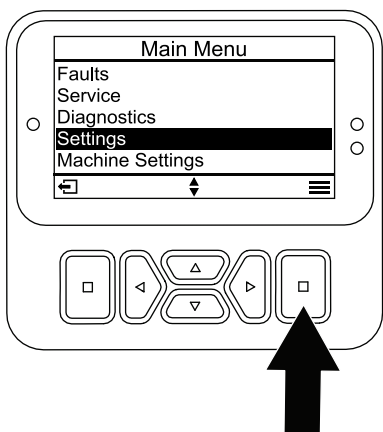

Figure 25
1. Depuis le MENU PRINCIPAL, naviguez jusqu'au menu RÉGLAGES et appuyez sur le bouton de sélection (Figure 25).